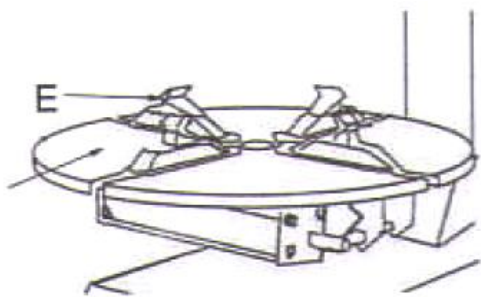

Рис. 7
- Очистить поворотный стол с помощью дизельного топлива во избежание появления грязи, смазать подвижные направляющие кулачковых зажимов (рис. 7).